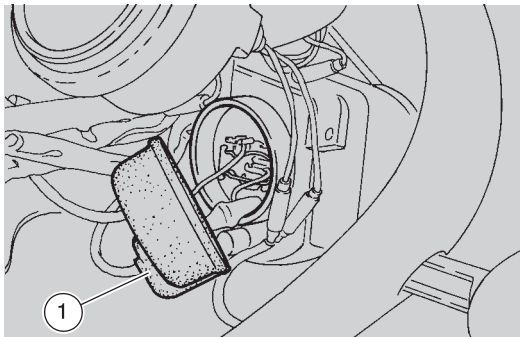

Fig. 57
- enlever le capuchon de caoutchouc (1-Fig. 57);